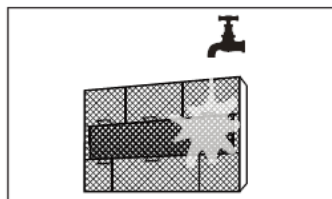

fig. 20 -
5. Lavez les filtres principaux avec de l'eau "fig. 20 -" ou nettoyez-les avec un aspirateur. Laissez les filtres sécher complètement sans exposition directe au soleil.